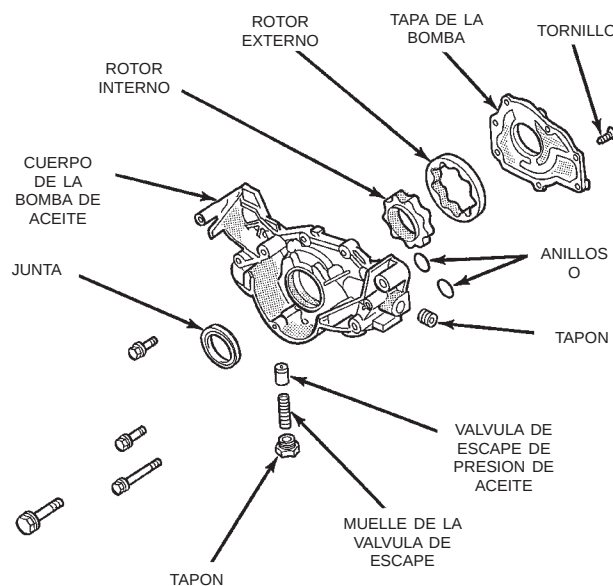

Fig. 104 Bomba de aceite
(2) Instale la tapa y apriete los tornillos con una torsión de 10 N·m (85 lbs. pulg.).
(3) Instale la válvula de escape, muelle, junta y tapa, tal como se muestra en la (Fig. 104). Apriete la tapa con una torsión de 44 N·m (33 lbs. pie).